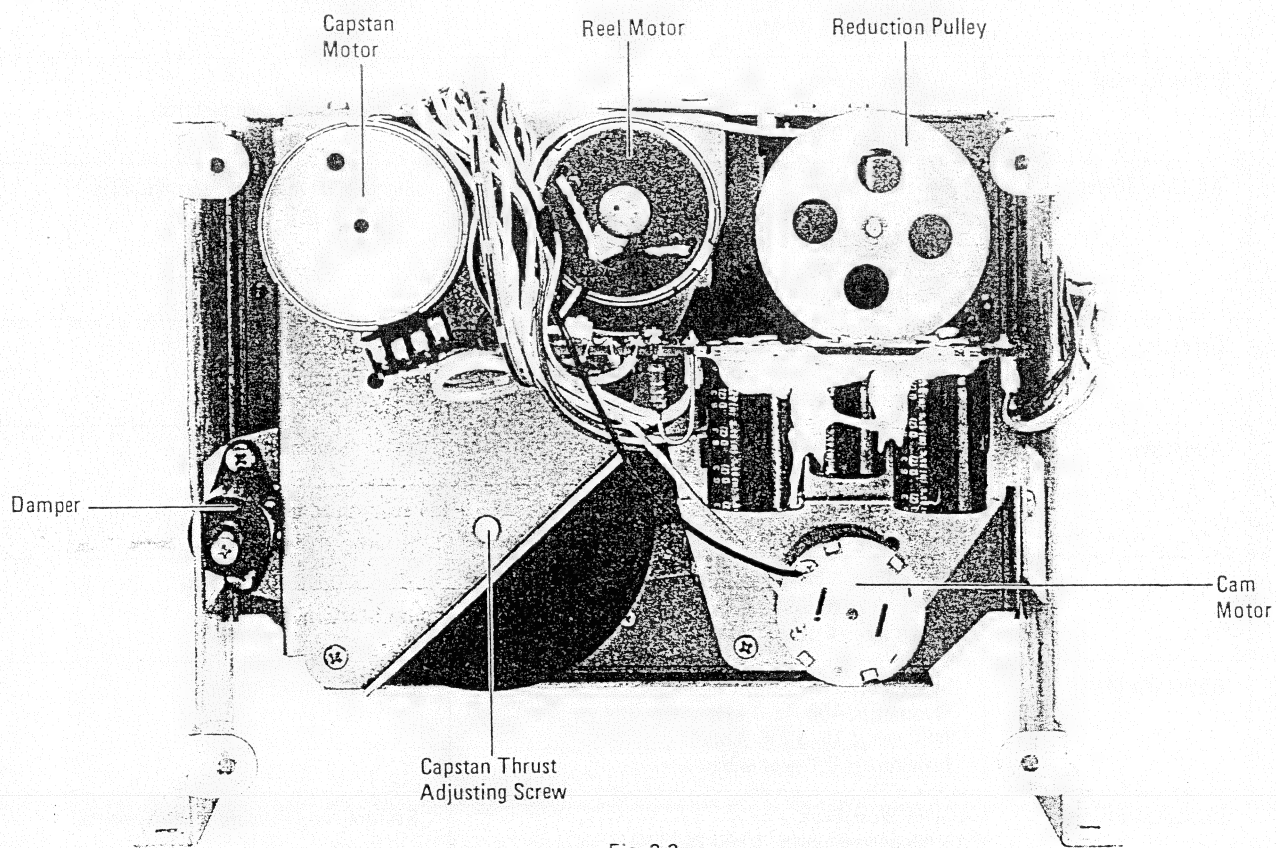

Fig. 3-3
1. Turn the thrust adjusting screw so that thrust of the capstan shaft is from 0.1 mm to 0.25 mm. For thrust adjusting screw location, see Fig. 3-3.
2. Turn the reduction pulley (see Fig. 3-3) with your hand to check whether the head base exceeds the lowest position adjusted above or not.
1. キャプスタン・シャフトのスラストが0.1mm～0.25mmになるようにスラスト調整ネジ (図3-3参照) を回す。
2. 減速プーリ (図3-3参照) を手で回転させ、ヘッド・ベースが上記の調整位置よりさらに下へくかどうか確認する。